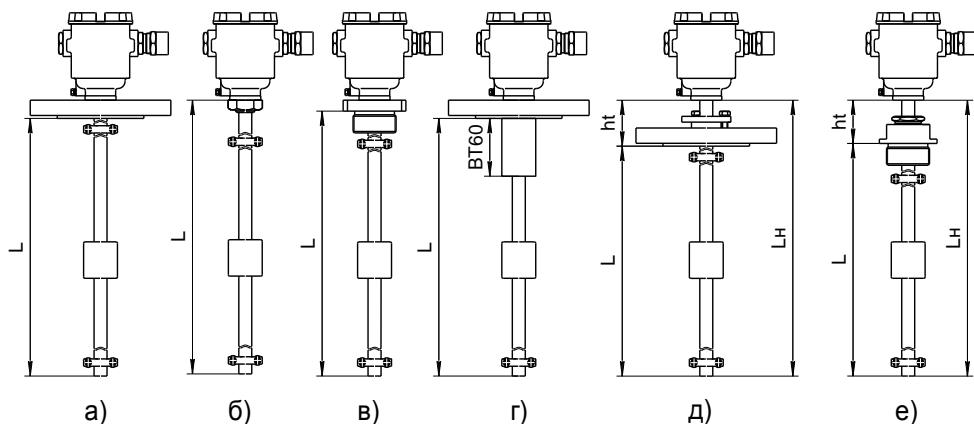

Рисунок 3
2.1.11 ПМП могут изготавливаться с длиной направляющей в соответствии с 1.2.3. Длина направляющей (рисунок 3) – это расстояние от торцевой поверхности направляющей до уплотнительной поверхности устройства крепления (фланца или резьбового штуцера) ( $L$ ) или до торцевой поверхности корпуса в случае регулируемого устройства крепления ( $L_H$ ). Длина направляющей при заказе указывается в условном обозначении ПМП.
По умолчанию, у ПМП с нерегулируемым устройством крепления устройство крепления приваривается на направляющую вплотную к корпусу (рисунок 3а, 3б, 3в, 3г).
2.1.12 Исполнение с втулкой **BT60** (рисунок 3г) применяется для оснащения резервуаров, подверженных при эксплуатации ударам и вибрациям. Конструктивная втулка высотой 60 мм повышает ударо- и вибропрочность сварного соединения направляющей с фланцем.
2.1.13 По умолчанию, регулируемое устройство крепления устанавливается на расстоянии  $ht = 100$  мм (рисунок 3д, 3е).
б) Транспортный вариант (исполнение **Tr**) выдерживает воздействие МВВФ, соответствующих группе механического исполнения М30 по ГОСТ 30631. Изготавливается с длиной направляющей от 100 до 2500 мм и только с фланцевыми нерегулируемыми устройствами крепления. Имеет нижнюю неизмеряемую зону  $\Delta h_n$  не менее 20 мм, верхнюю  $\Delta h_v$  не менее 20 мм при длине направляющей до 500 мм и не менее 80 мм при длине направляющей 500 мм и более. Преобразователь транспортного варианта исполнения с длиной направляющей более 500 мм имеет конструктивную втулку ВТ60 (рисунок 3г), повышающую ударо- и вибропрочность сварного соединения направляющей с фланцем.